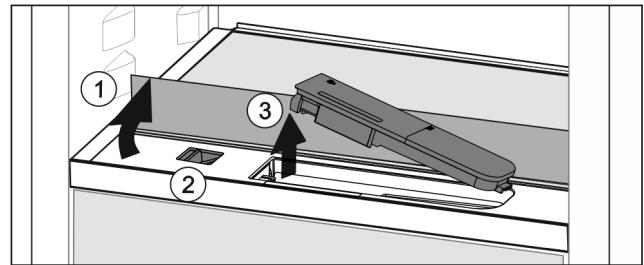

Fig. 134
- ▶ Soulever la tablette et la rabattre vers l'arrière jusqu'à la butée Fig. 134 (1).
- ▶ Pousser le curseur Fig. 134 (2) vers la gauche.
- ▶ Sortir le filtre à eau Fig. 134 (3).